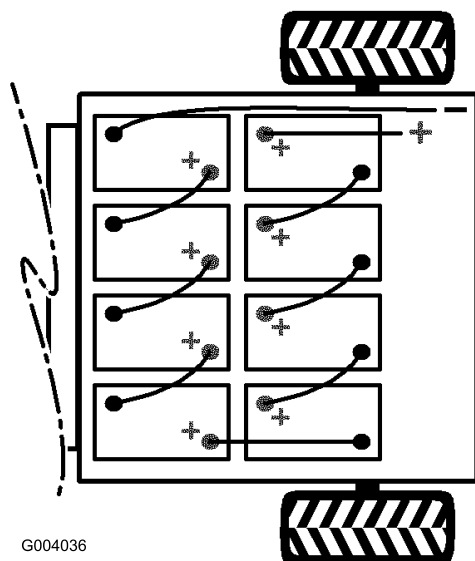

Figure 38
2. Débranchez de la borne de batterie le long câble noir négatif principal qui relie la rangée de batteries au véhicule (Figure 38).
3. Débranchez de la borne de batterie le long câble rouge positif principal qui relie la rangée de batteries au véhicule (Figure 38).
**Remarque:** Tenez compte de la polarité lors de la mise en place des batteries neuves (Figure 38).
9. Reliez les batteries entre elles avec les câbles retirés précédemment, comme illustré à la Figure 38.
10. Connectez le long câble rouge positif principal entre la rangée de batteries et le véhicule (Figure 38).
11. Connectez le long câble noir négatif principal entre la rangée de batteries et le véhicule (Figure 38).